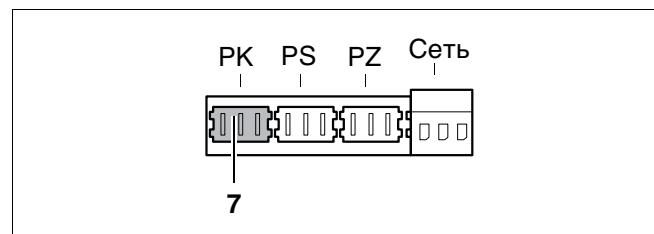
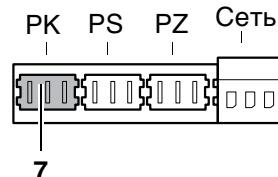

Рис. 36 Клеммник – внешний насос системы отопления 230 В (цвет подключения зеленый)
Рис. 39 Клеммник – внешний насос системы нагрева 230 В (цвет подключения зеленый)
Максимальная электрическая мощность, которая может быть подключена к свободному соединительному кабелю насоса 230 В переменного тока (рис. 36, поз. 7) и к зеленому штекеру PK (рис. 39), составляет в целом 250 Ватт. Подключение большей потребляемой мощности чем 250 Ватт возможно через дополнительное реле 230/230 В, которое должно быть установлено квалифицированным специалистом.
- Подключить имеющийся внешний насос (не насос группы подключения) к зеленой клемме PK (рис. 39, поз. 7). Максимально допустимая потребляемая мощность насоса 250 Вт.